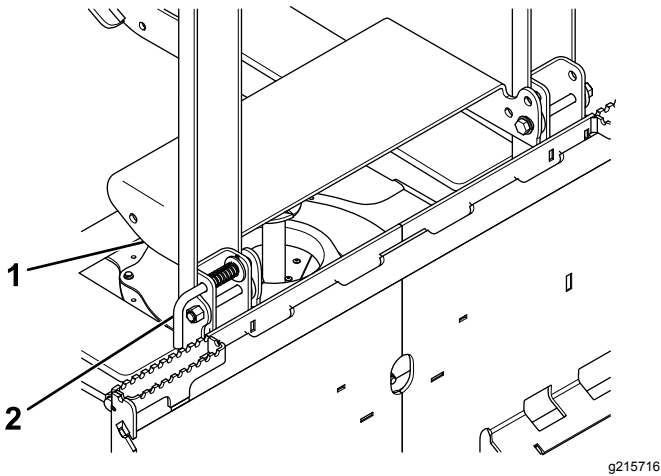

Figura 19
4. Tire de la maneta del pasador a resorte y baje el tope del cubo (Figura 19).